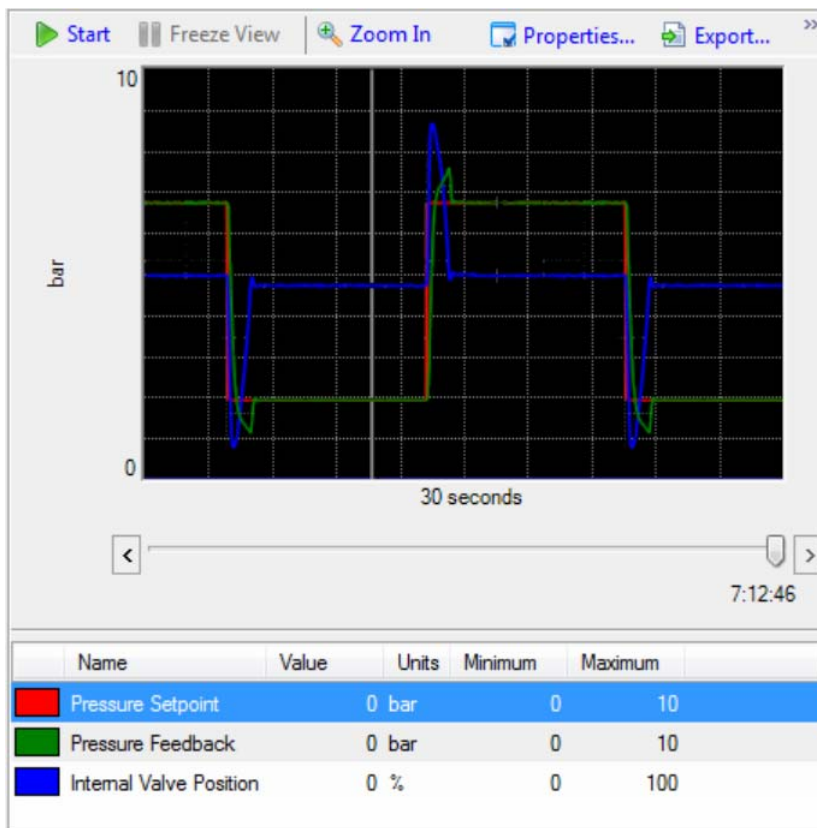

Рис. 6-11. Расчетные динамические характеристики
7. Увеличьте уставку до 60 %. Изменяйте первичное усиление до тех пор, пока не добьетесь быстрого изменения показаний давления в соответствии с уставкой. Небольшое превышение уставки является нормой (см. рис. 6-11), поскольку требуется повышенное давление для принудительной подачи масла в сервопривод.